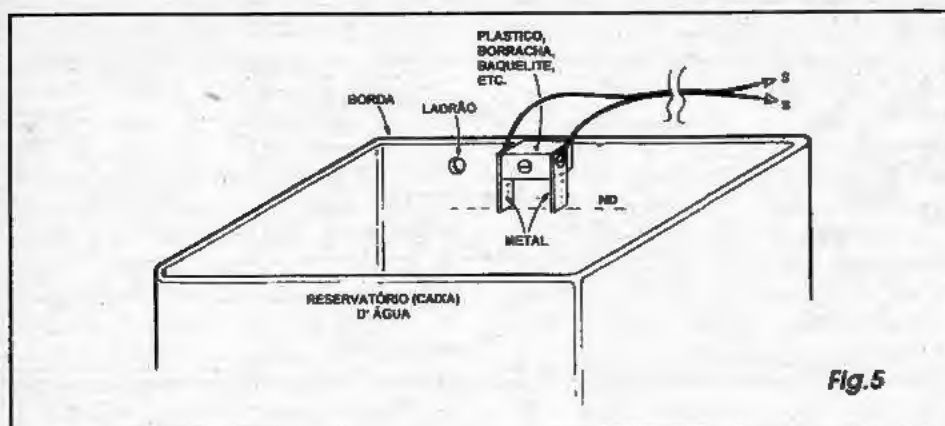

Fig.5
**FIG. 5 - OS SENSORES...** - A figura dá detalhes e sugestões importantes para a confecção/instalação do par de sensores metálicos no reservatório... Estes podem ser feitos com duas pequenas peças metálicas (lâminas, pinos, etc., com poucos centímetros de área), separadas e fixadas por um isolador de plástico, borracha, fenolite, etc., de modo que guardem entre si uma distância **D** (ver também a FIG. 4) que pode variar de 2 cm. até várias dezenas de centímetros... É importante (devido à grande sensibilidade do circuito...) que as lâminas ou pinos metálicos sensores repousem *não encostados* à superfície interna das paredes do reservatório/caixa, já que poderiam fazer *passar* os sinais elétricos alternados de monitoramento *através* do próprio material estrutu-